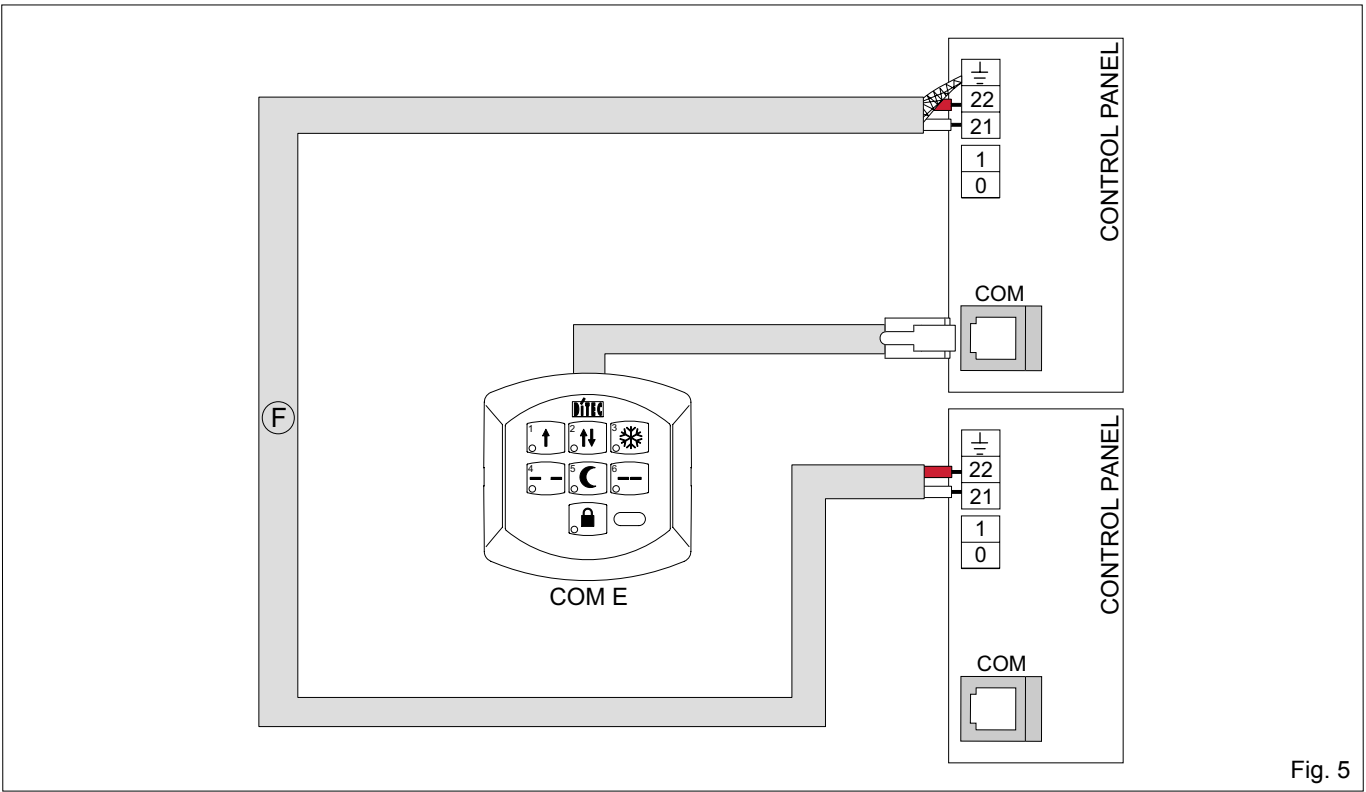

Fig. 5
- Con un unico selettore è possibile impostare le medesime modalità di funzionamento in due automazioni, eseguendo i collegamenti elettrici indicati in fig. 5.
- With one single selector the same function modes can be set in two different automations, by carrying out the electrical connections shown in fig.5.